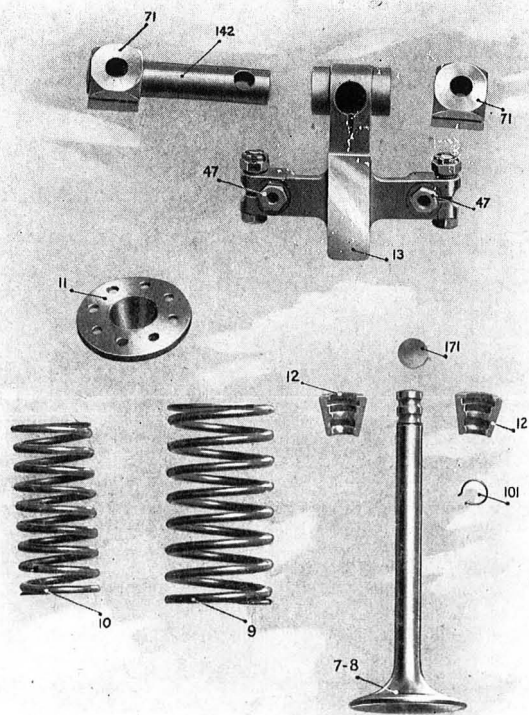

Fig. 4 - Leva comando valvole; valvola e suoi dettagli.
Su ciascun stelo o gambo delle valvole è applicato un sottile anello a molla (101) (Fig. 4), il cui scopo è di impedire alla valvola di cadere nell'interno del cilindro quando non sia trattenuta dalle rispettive molle e piattino.